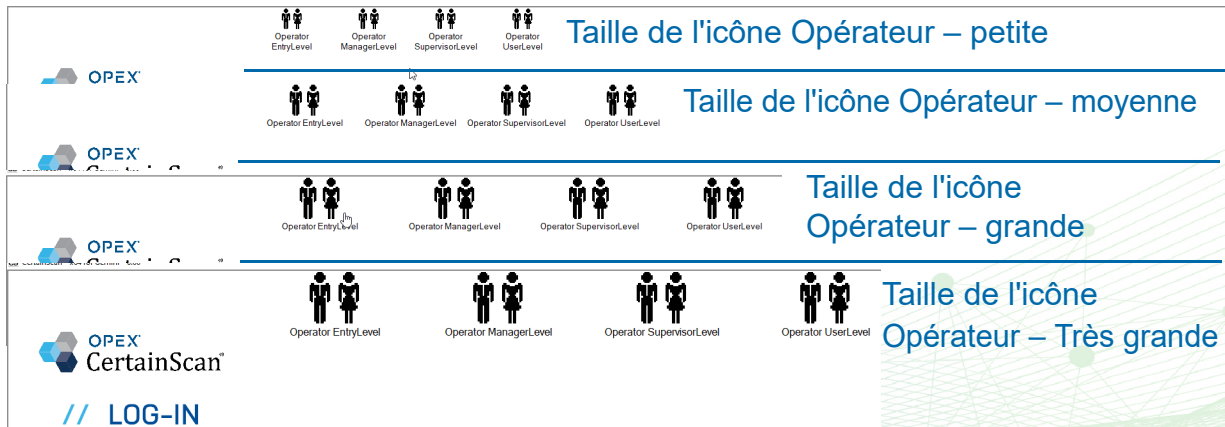
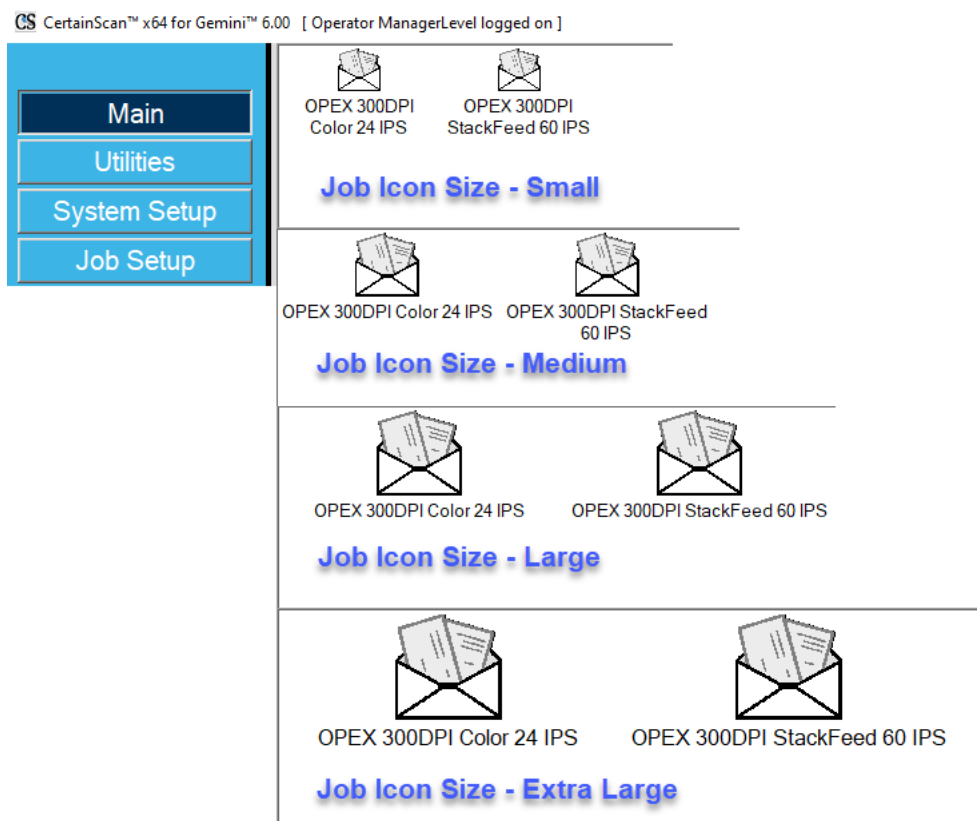

Figure 4-7 : Exemples de taille de l'icône Opérateur
Figure 4-8 : Exemples de taille de l'icône Travail
3. Selon la taille sélectionnée, les icônes Opérateur (Figure 4-7) et Travail (Figure 4-8) s'afficheront en conséquence.